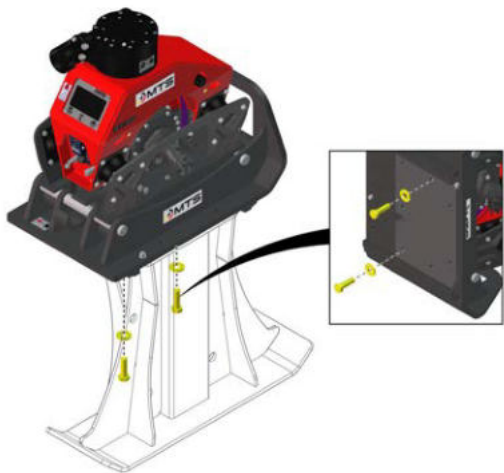

Abbildung 18: Schrauben und Scheiben montieren
7. Zwei Schrauben mit Scheiben, wie auf der Abbildung 18, Seite 12 dargestellt, einschrauben.